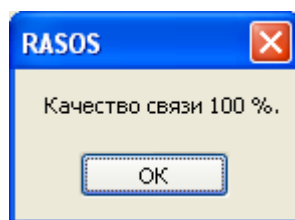

Рисунок 18 -Качество связи
3. В результате будет выполнен тест качества связи, а в появившемся окне (рисунок 18) будет отображено процентное соотношение качества связи. Качество связи должно быть 100 %.